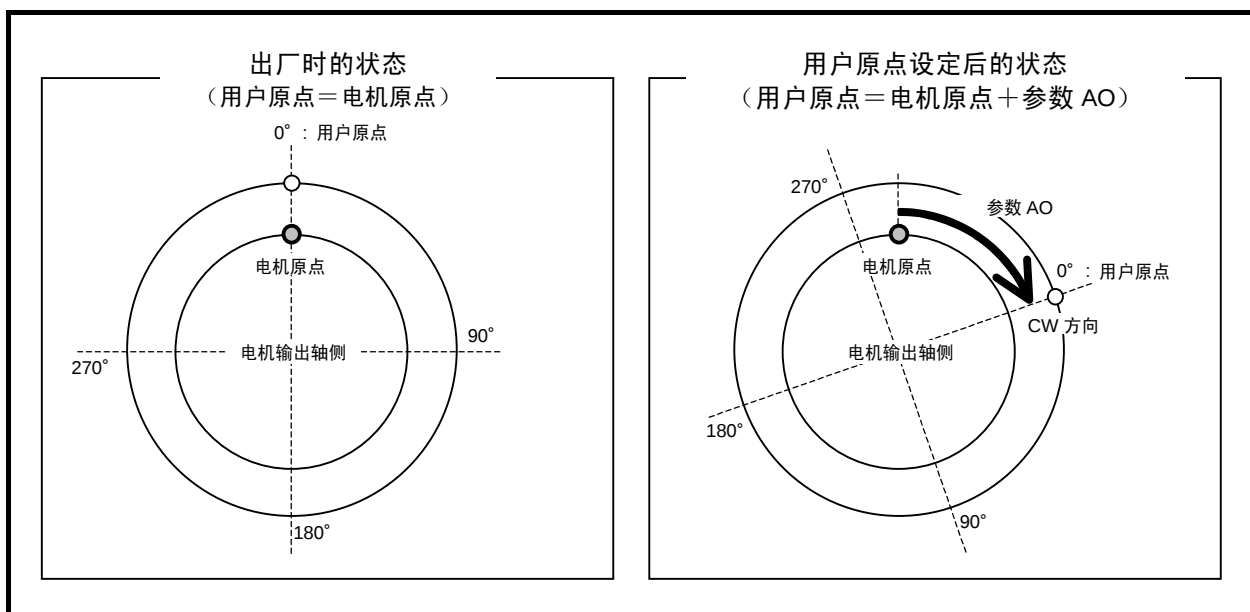

图 6-3：用户原点与参数 AO
- 如「图 6-3：用户原点与参数 AO」所示，出厂时用户原点与参数原点一致。